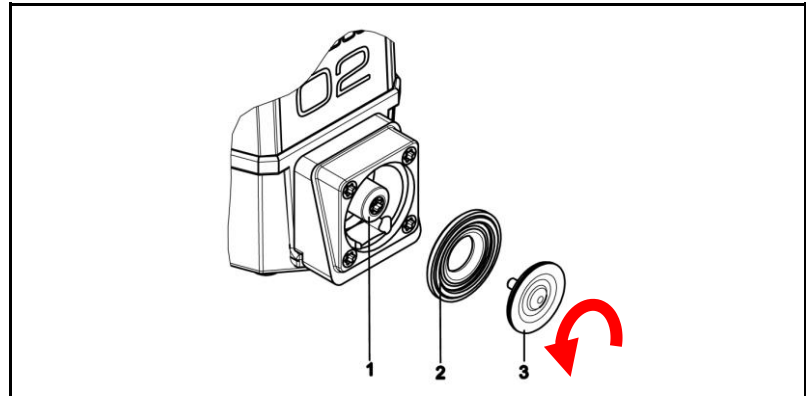

Fig. 67: Remplacer la membrane de travail
3. Soulever la membrane de travail (3) par les bords opposés, la saisir et la dévisser dans le sens inverse des aiguilles d'une montre (voir la flèche dans Fig. 67)